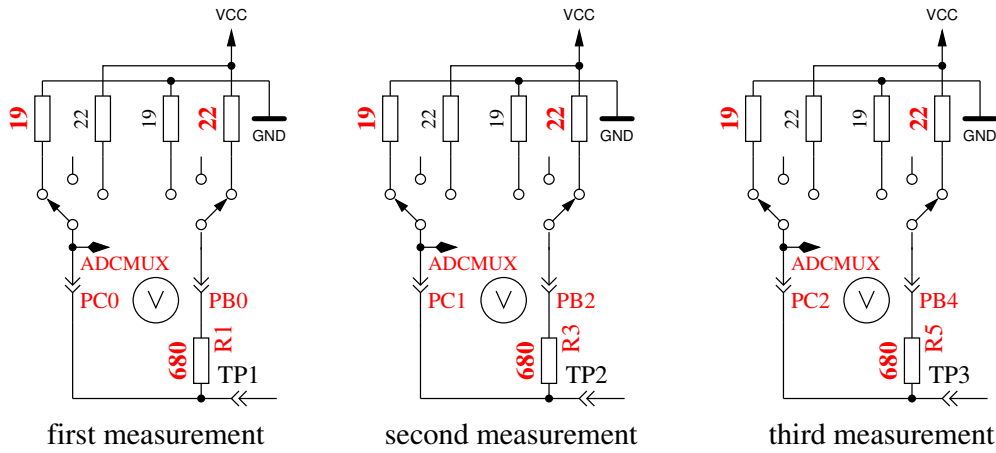

Abbildung 5.45: Messung des Innenwiderstandes von auf GND geschalteten Port-C-Ausgängen.
5. Dieser Schritt testet die **Fähigkeit von mit GND (-) verbundenen 470kΩ-Widerständen (H) die Testpins auf GND zu ziehen**. Zeile 1 zeigt den Text „RH-“. Zeile 2 sollte für alle drei Pinne Null mV anzeigen.
6. Dieser Schritt testet die **Fähigkeit von mit VCC (+) verbundenen 470kΩ-Widerständen (H) die Testpins auf VCC zu ziehen**. Zeile 1 zeigt den Text „RH+“. Der bestmögliche mV Wert für die drei Messungen wäre 0 in Zeile 2, da die Diffenz zu VCC dargestellt wird. Große Abweichungen vom Idealwert für Schritt 5 und 6 sind Fehler wie Isolations-Problem, Flussmittelreste oder beschädigter Port.
8. **Messung des Innenwiderstandes eines auf GND geschalteten Ausganges.** Dieser und die folgenden Schritte werden nur bei gewählter AUTO_CAL Option durchgeführt. Die internen Port C Widerstände von auf GND (-) geschalteten Ausgängen werden mit dem Strom der nach VCC (+) geschalteten 680Ω Widerstände gemessen, siehe Abbildung 5.45. Es werden nur die drei Pins des ADC-Ports vermessen, die Widerstands-Ports PB0, PB2 und PB4 können nicht ohne Veränderung der Hardware gemessen werden. Es wird angenommen, dass die Portwiderstände von unterschiedlichen Ports nahezu identisch sind. Der Widerstandswert wird im nächsten Schritt mit ausgegeben.